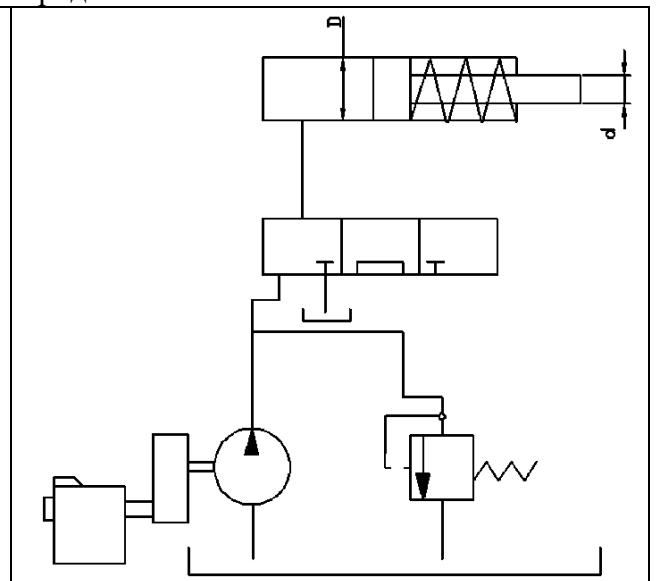

Рисунок 2
2. В объемном гидроприводе (рис. 2) приводной вал роторного насоса вращается от коленвала двигателя внутреннего сгорания через редуктор. Пределы чисел оборотов коленвала двигателя внутреннего сгорания от  $n_1 = 1600$  до  $n_2 = 4550$  об/мин. При частоте вращения коленвала двигателя внутреннего сгорания  $n = 3000$  щб/мин насос развивает  $Q_n = 9$  л/мин. Пренебрегая утечкой масла в гидроаппаратуре, определить пределы регулирования скорости движения поршня гидроцилиндра 1 диаметром  $D = 200$  мм. Поршень в гидроцилиндре уплотняется резиновыми кольцами круглого сечения.